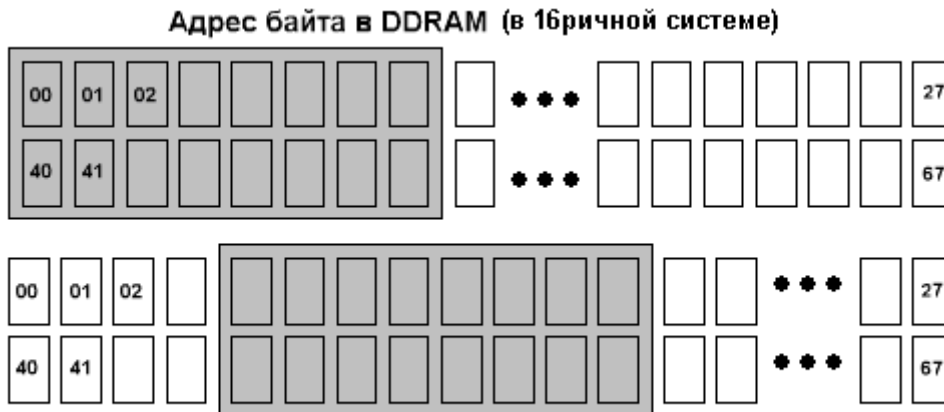

Рис.2 Структура **DDRAM**
**DDRAM** — память дисплея ЖКИ. Все что запишется в **DDRAM** будет выведено на экран. Например, при записи в память кода **31h** — на экране будет индцирован символ «1» т.к. **31h** это ASCII код цифры **1**. Но есть тут одна особенность — **DDRAM** память гораздо больше чем видимая область экрана. Как правило, **DDRAM** содержит **80 ячеек** — 40 в первой строке и 40 во второй (см. Рис.2), а дисплей может двигаться по этой линейке как окошко на логарифмической линейке, высвечивая видимую область. То есть, например, можно записать в **DDRAM** сразу несколько символов, а затем сдвигать дисплей, показывая по одному символу. Для перемещения дисплея есть специальная команда. Также есть понятие курсора — это место в которое будет записан следующий символ, т.е. текущее значение счетчика адреса.